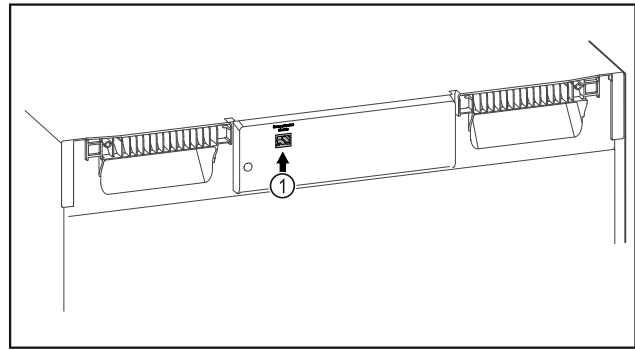

Fig. 154
- SmartModule Fig. 154 (1) on sisse pandud.